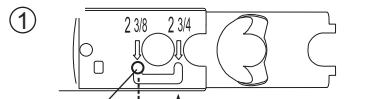

Fig. 1
① Measure your door for a backset (A) of 2-3/8" (60mm) or 2-3/4" (70mm). **See figure 1 above.** If backset measured 2-3/4" (70mm), adjust latch as follows: Grasp the spring pin (B) and move it from the 2-3/8" slot to the 2-3/4" slot.
① Mesurer la porte pour un écartement (A) de 2-3/8" (60 mm) ou 2-3/4" (70 mm). **Voir figure 1 ci-dessus.** Si l'écartement de la porte mesuré est de 2-3/4" (70 mm), régler le verrou comme suit : Se saisir de la goupille ressort (B) et la déplacer de l'encoche de 2-3/8" à l'encoche de 2-3/4".